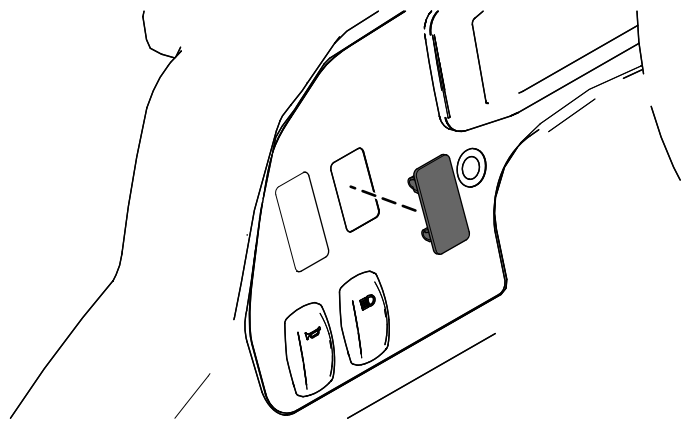

Figura 19
1. Retire a tampa plástica do painel de instrumentos (Figura 19).